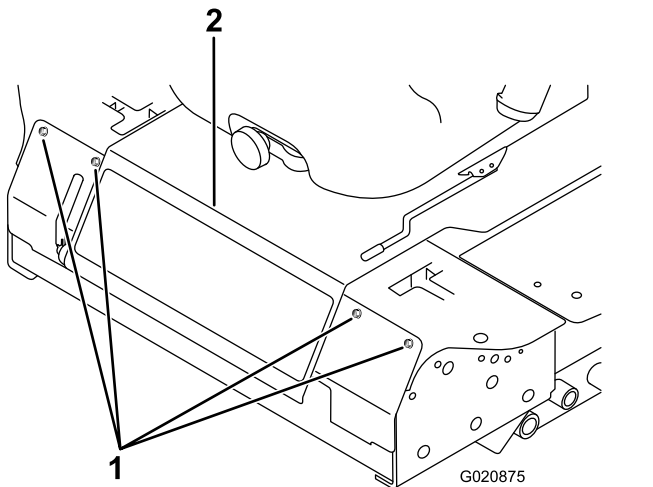

Figure 91
3. Retirez les boulons de fixation du panneau avant et déposez le panneau (Figure 91).